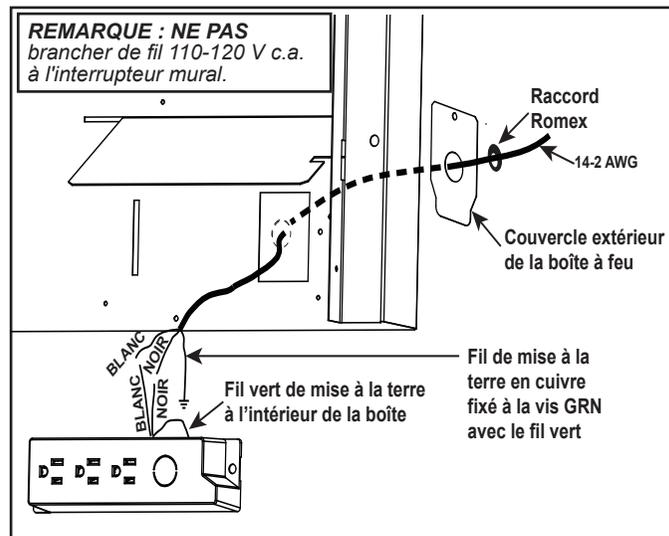

Figure 6.1 Détails de la boîte de jonction
- Enlevez la vis retenant la boîte de jonction/le réceptacle à l'enveloppe extérieure, tournez la boîte de jonction pour la dégager de l'enveloppe extérieure. Voir la figure 6.1.
- Introduisez les fils électriques depuis l'extérieur de l'appareil par cette ouverture, jusqu'au compartiment de vanne, et fixez avec un connecteur Romex. Voir la figure 6.1.
- Retirez la vis fixant la plaque de recouvrement de l'extérieur de l'enveloppe extérieure. Voir la figure 6.1
- Tirez les fils électriques à travers l'ouverture de la plaque de recouvrement et fixez-les avec un connecteur Romex. Voir la figure 6.1.